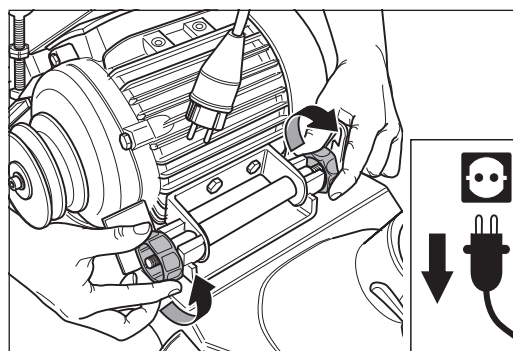

Abb. 104 Die beiden Motormuttern lösen.
- 4 Lösen Sie die beiden Motormuttern an der Motoraufhängung (Abb. 104).